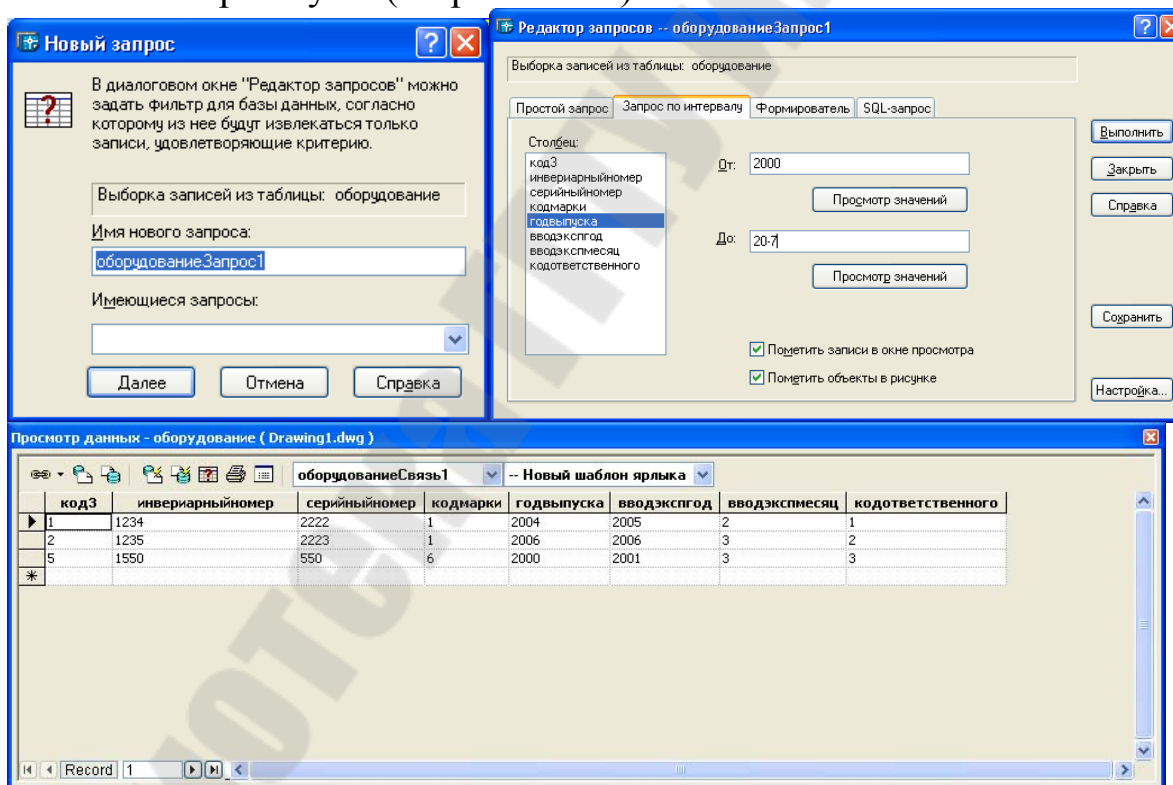

Рис. 12.16. – Процесс создания нового запроса
14. Для создания нового запроса необходимо нажать на пиктограмму  (см рис. 12.16).